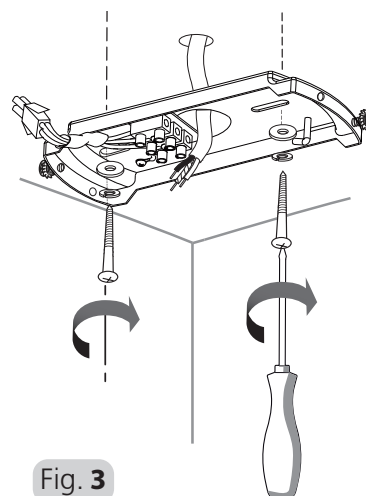

Fig. 3
4. MONTAGE DER AUFHÄNGEHALTERUNG: Suchen und markieren Sie die Mitte des Balkens. Führen Sie die Kabel für die Stromversorgung durch das Loch in der Halterung und befestigen Sie die Halterung mit den Unterlegscheiben, Federscheiben und Holzschrauben am Deckenbalken. Siehe Abb. 3
4. INSTALLING THE HANGING BRACKET: Locate and mark the center of the joist. Pass the supply wires through the hole in the bracket. Secure the bracket to the ceiling joist by using the flat washers, spacers, washers and wood screws. Refer to Fig. 3
4. INSTALLATION DU SUPPORT DE SUSPENSION : Repérez et marquez le centre de la solive. Passez les câbles d'alimentation à travers le trou du support. Fixez le support à la solive de plafond à l'aide des rondelles plates, des rondelles élastiques et des vis en bois. Voir Figure 3.
9. **MONTAGE VAN DE OPHANGBEUGEL:** Bepaal en markeer het midden van de draagbalk en leid de voedingsdraden door het gat in de beugel. Zet de beugel vast aan de plafondbalk met behulp van de vlakke sluitringen, de veeringen en de houtschroeven. Zie Fig. 3
4. **INSTALAÇÃO DO SUPORTE DE SUSPENSÃO:** Localize e marque o centro da viga. Passe os fios de alimentação pelo furo no suporte. Prenda o suporte à viga do teto utilizando as anilhas planas, anilhas de mola e parafusos de madeira. Consulte a Fig. 3